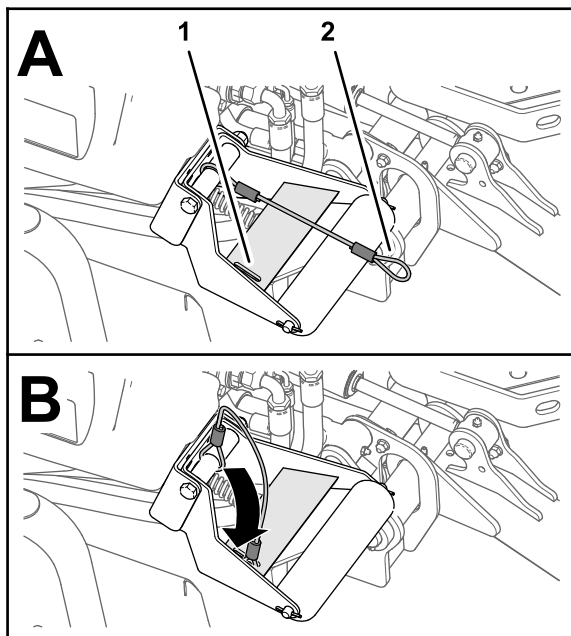

図 72
4. カッティングユニットを降ろした状態で、ランヤードの輪を、ローラサポートの補強プレートのスロットに差し込む 図 72。